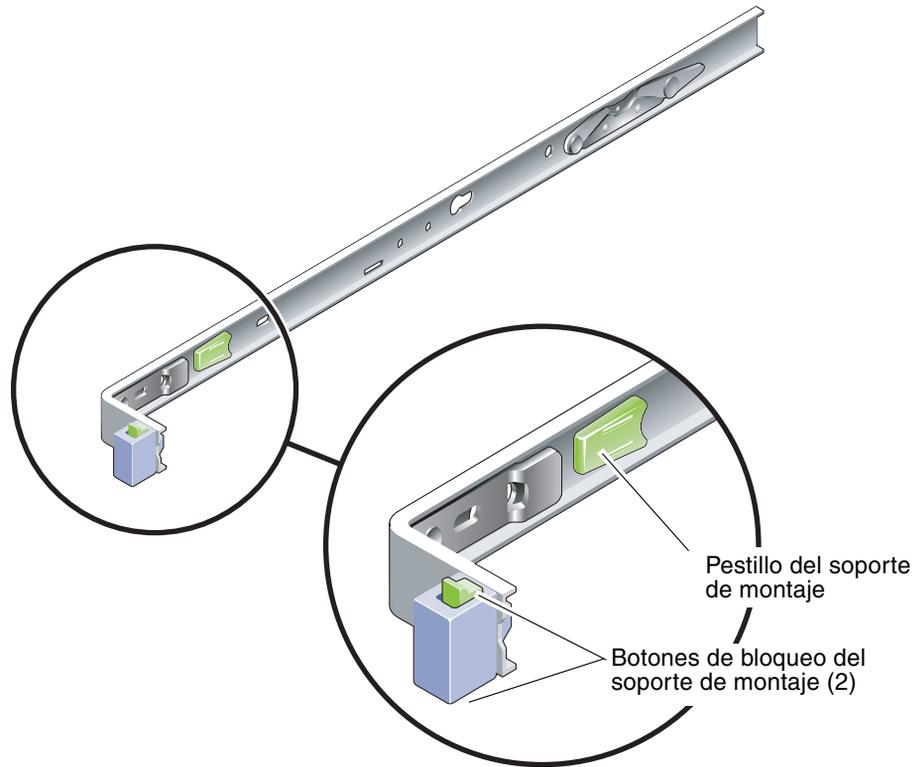

FIGURA 1-3 Botones de bloqueo del soporte de montaje
- Cada soporte de montaje incluye dos botones de bloqueo (FIGURA 1-3) que sirven para posibilitar el deslizamiento del soporte hacia fuera. El pestillo del soporte de montaje permite extraer éste de las guías. Este pestillo sirve también para volver a introducir el soporte en las guías.